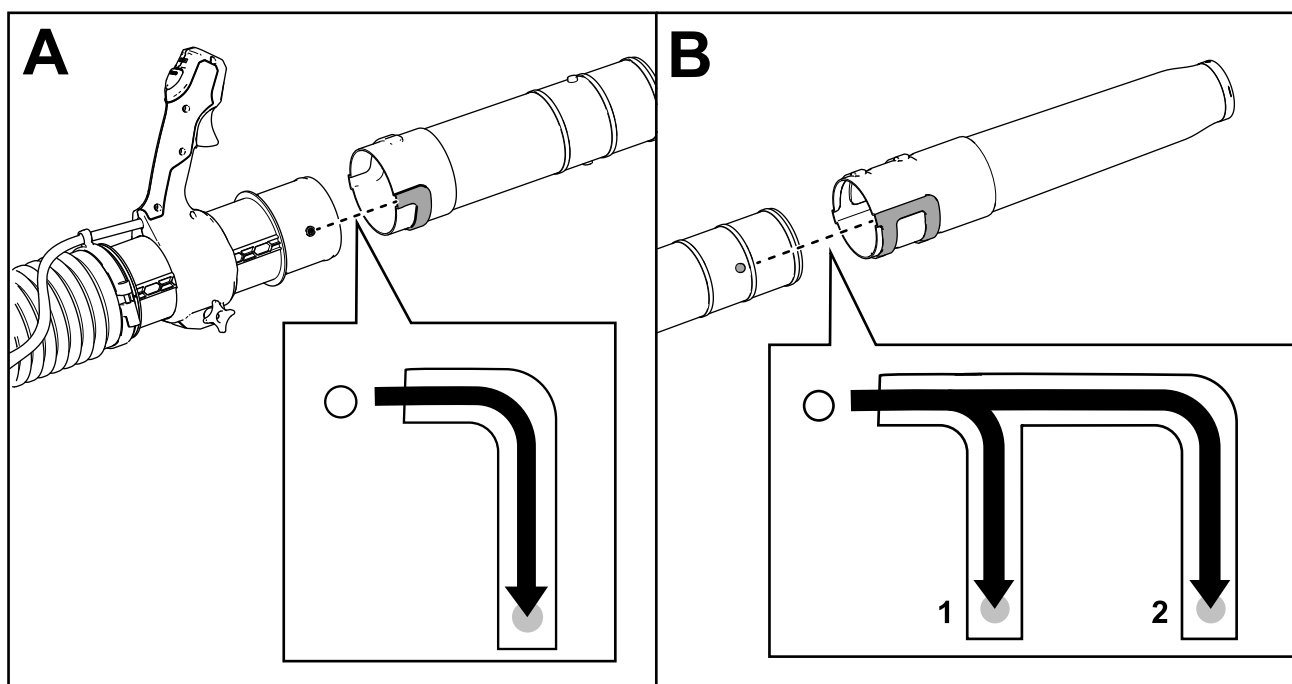

Figure 3
1. Glissez les fentes du tube central par dessus les ergots du cylindre du souffleur et tournez le tube central pour le fixer en place (A de Figure 3).
2. Glissez les fentes de l'embout par dessus les ergots du tube central et tournez l'embout pour le fixer en place (B de Figure 3).